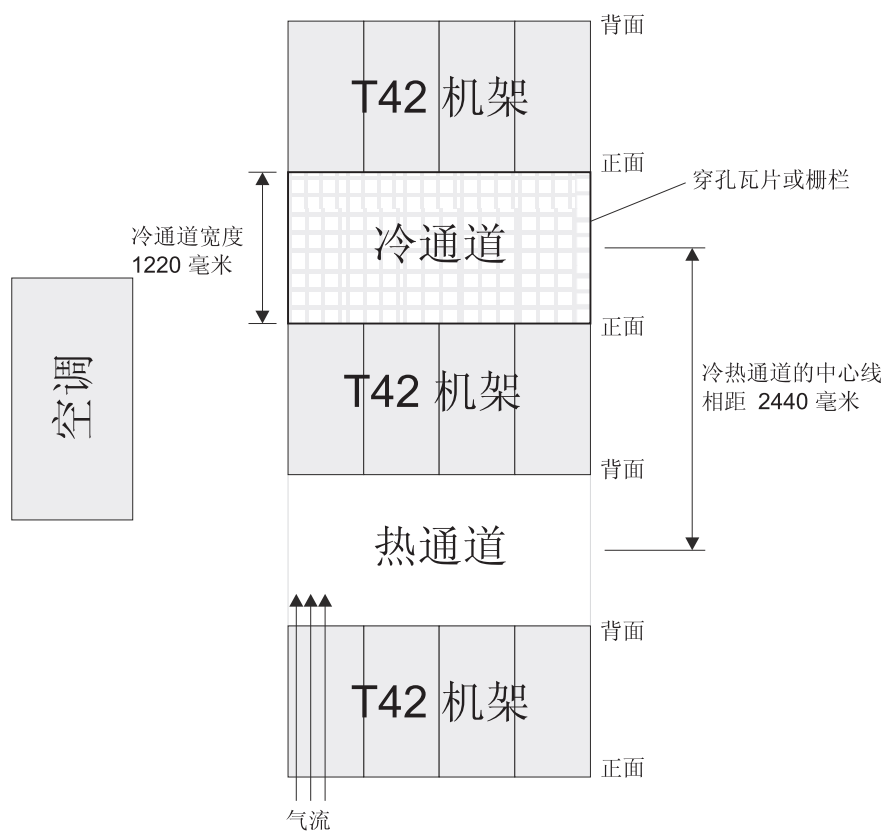

图 8. 冷通道/热通道机架配置示例
- 空气从机架正面进入，背面流出。为防止流出机架的空气进入其他设备的进风口，必须将机架隔行放置并且正面与正面相对、背面与背面相对。这种排列方式被称为**冷通道/热通道**，如第 18 页的图 8 中所示。